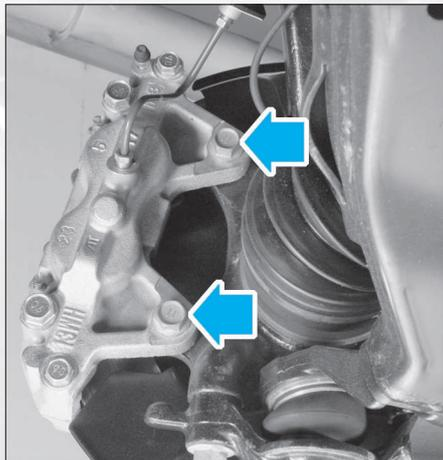

FIG. 11
- Déposer les deux vis de l'étrier (fig. 11).